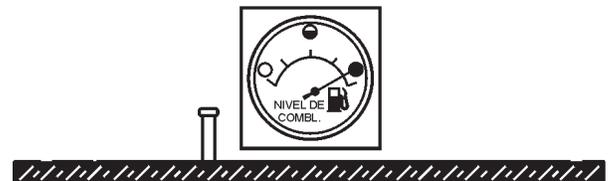

Figura 35. Tanque de combustible lleno
3. **NUNCA sobre llene el tanque** – Es importante leer el medidor del combustible cuando llene el tanque del remolque. **NO** espere que el combustible llegue hasta la boca de llenado (Figura 35).